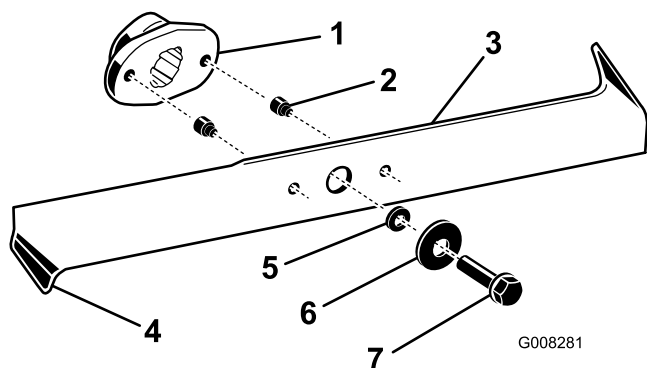

Figura 37
2. Controllate i taglienti (Figura 37). Se i taglienti non sono affilati o presentano intaccature, togliete le lame ed affilatele; vedere Affilatura delle lame.
3. Controllate le lame, in particolare i bordi curvi (Figura 37). In caso di usura o scanalature in questa
4. Sostituite immediatamente i perni di sicurezza se sono spezzati (Figura 37).
3. Togliete i bulloni, le rondelle e le lame (Figura 37). In sede di rimozione dei bulloni, per bloccare le lame inserite un blocco di legno tra ogni lama e il tosaerba.
1. Montate le lame, le rondelle e i bulloni delle lame (Figura 37).